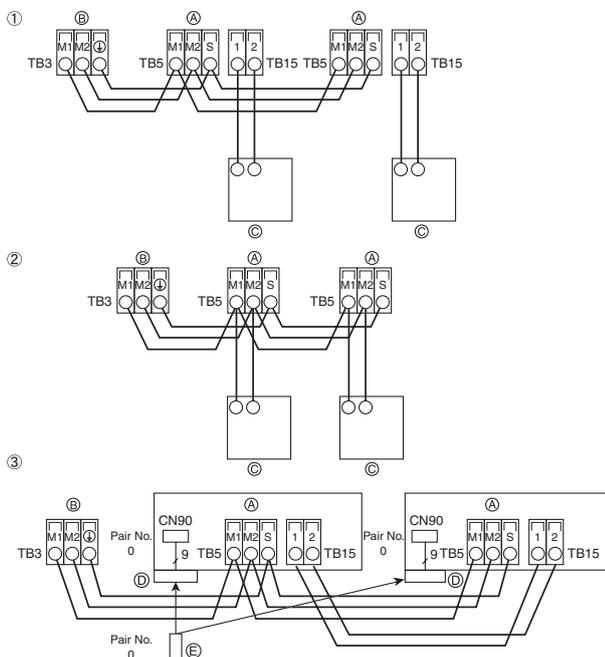

Fig. 4-3
4.2. Anschluß der Fernbedienungs-, Innen- und Außenübertragungskabel (Fig. 4-3)
- ① MA-Fernbedienung
- ② M-NET-Fernbedienung
- ③ Drahtlose Fernbedienung (bei Einbau eines Funksignalempfängers)